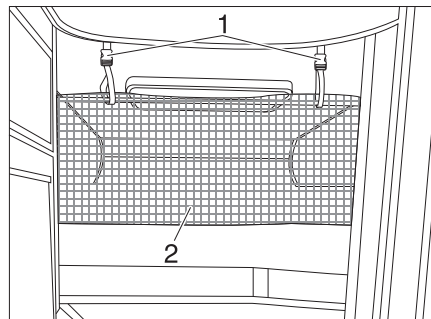

Bild 165 Sicherungsnetz
Das Sicherungsnetz (Bild 165,2) ist serienmäßig zwischen Matratze und Lattenrost verstaут. Das Sicherungsnetz erst aufspannen, wenn sich die Person bereits im Bett befindet.
- Die Haltebänder (Bild 165,1) in die Halterungen an der Decke einrasten.